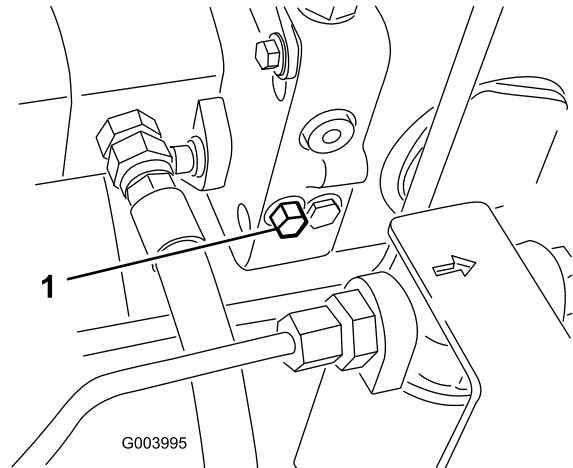

Figura 36
1. La válvula de desvío está situada en el lado izquierdo del hidrostato (Figura 36). Gire el perno una vuelta y media para abrirla y dejar pasar el aceite internamente. Puesto que el aceite se desvía, la máquina puede ser movida lentamente sin dañar la transmisión.